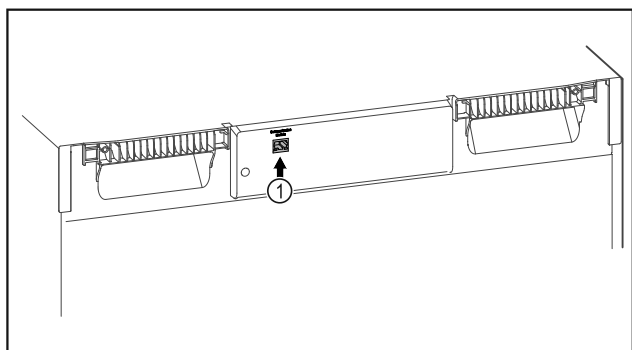

Fig. 98
- Le SmartModule Fig. 98 (1) est en place.